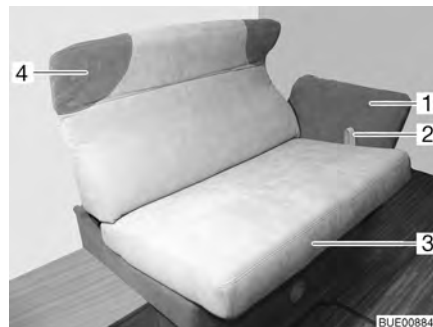

Fig. 91 Ajuste del banco longitudinal
- Tirar el lazo (Fig. 91,2) hacia arriba y tirar la superficie del asiento (Fig. 91,3) cuidadosamente hacia delante sobre los rieles.
- Sujetar el cojín de nuca (Fig. 91,4) con ambas manos y girarlo cuidadosamente hacia arriba o hacia abajo a la posición deseada.
- Sujetar el reposabrazos (Fig. 91,1) con ambas manos y girarlo cuidadosamente hacia abajo o hacia arriba a la posición deseada.